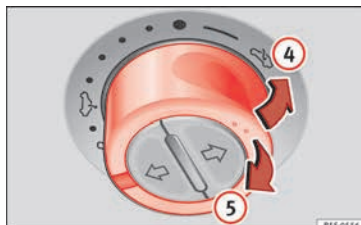

Abb. 14 Im Dachhimmel: Schalter zum Ausstellen oder Absenken des Dachs drücken bzw. ziehen.
- Hochfahren: Drücken Sie den Schalter auf die Position » **Abb. 14** **4**. Zum Einstellen einer Zwischenposition betätigen Sie den Schalter bis die gewünschte Position erreicht ist.
- Senken: Ziehen Sie den Schalter auf die Position » **Abb. 14** **5**. Zum Einstellen einer Zwischenposition betätigen Sie den Schalter bis die gewünschte Position erreicht ist.